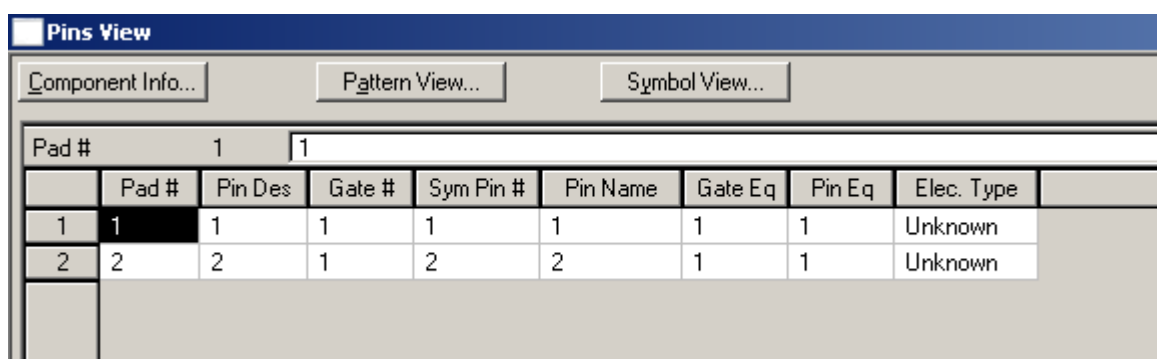

Рис. 13 Настройка параметров выводов компонента
- 4.8 Приведите в соответствии нумерацию выводов символа и контактной площадки (рис. 13).